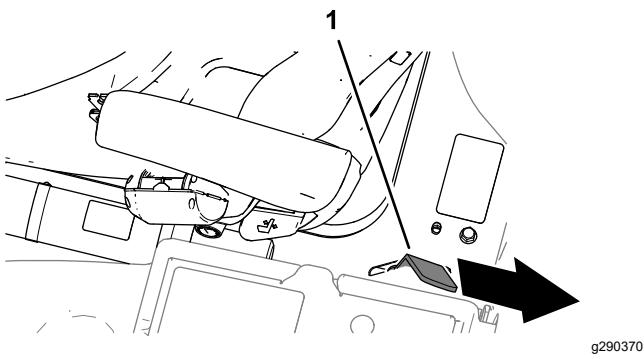

**Bild 46**
2. Wenn die Plattform beinahe in der vollständig abgesenkten Position ist, bewegen Sie den Sperrriegelgriff der Plattform (Bild 46) zur Vorderseite der Maschine.